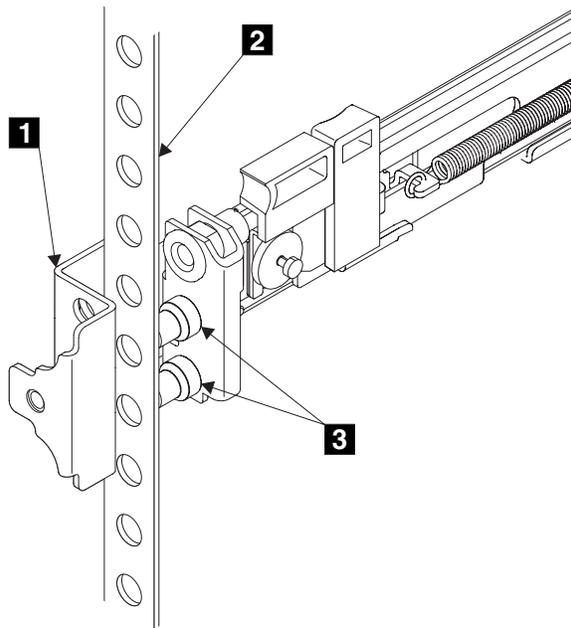

図 128. レールのフロントエンドの取り付け
11. 左レールのフロントエンドをラック・キャビネットに入れます。前部ブラケット **1** (図 128) の上部を、ラック上の必要な EIA マーキングの位置に合わせます。